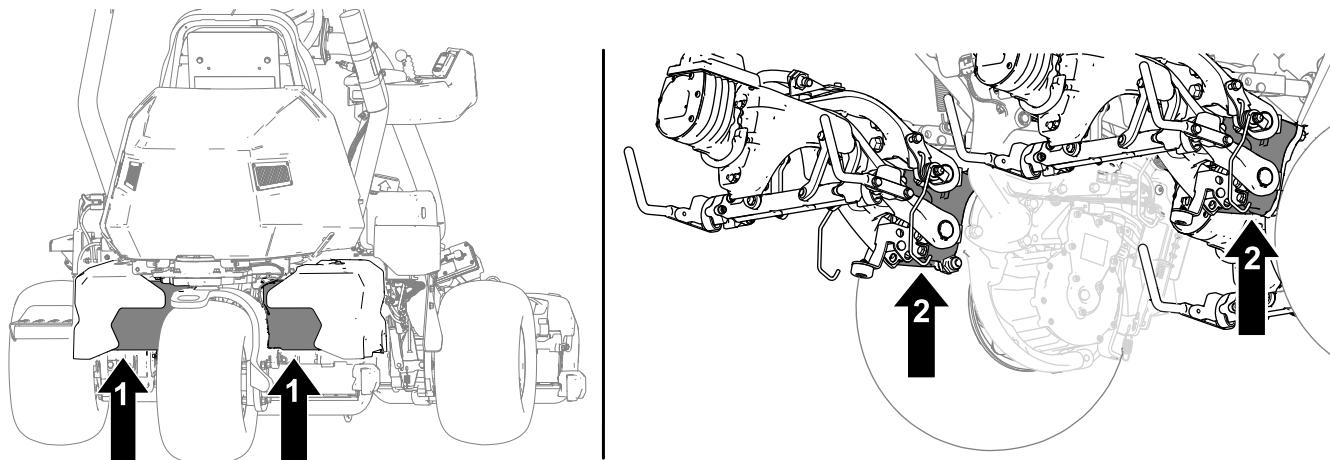

Рисунок 37
2. После подъема машины установите подходящую подъемную опору под следующие места для удержания машины (Рисунок 37).